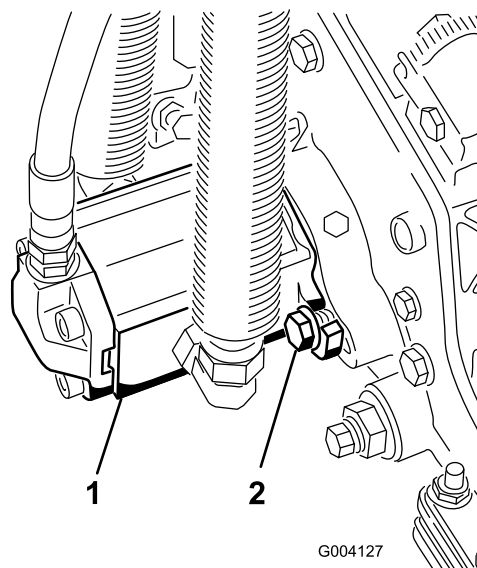

**Figure 19**
14. Fixez la chaîne du bras de levage au support de la chaîne avec la goupille à fermoir (Figure 19).